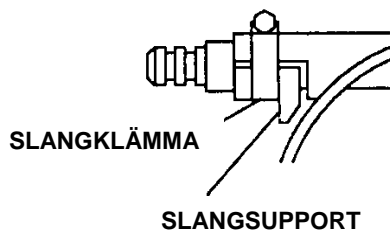

Fig. 11
5. Se fig. 11. Lossa slangklämmornas skruvar. Ta bort slanghållarna och -klämmorna som håller båda slangändarna på plats.